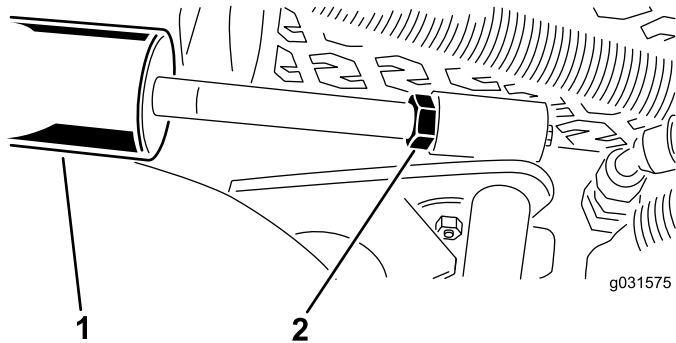

Figura 16
- A. Baixe as unidades de corte e solte a porca de bloqueio do cilindro (Figura 16).